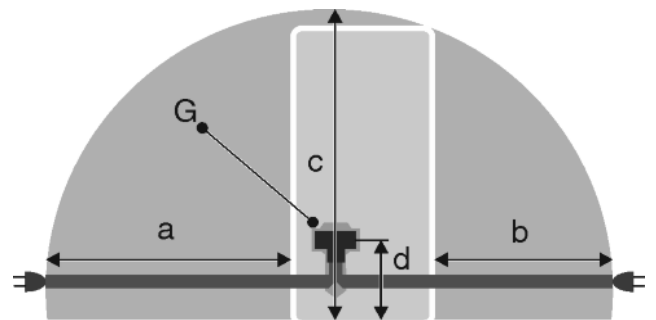

Fig. 27
- La presa non deve trovarsi nella zona posteriore dell'apparecchio, ma entro la zona indicata Fig. 27 (a, b, c).
- ▶ Inserire la spina Fig. 27 (G) sul retro dell'apparecchio. Assicurarsi che si innestino correttamente.